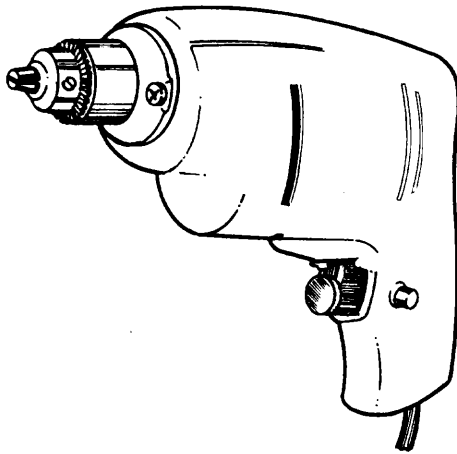

Fig. 5
1. Para trabajos livianos e intermitentes de taladrar, equipados con interruptor de gatillo, cable conductor y enchufe (fig. 5 y 6).